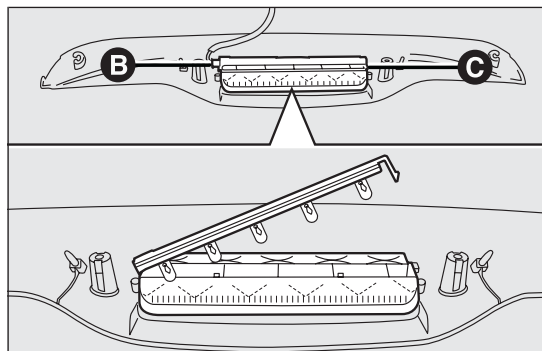

fig. 118
débrancher le connecteur électrique B fig. 118 ;
- appuyer sur le dispositif de retenue C fig. 118 et ouvrir la douille ;